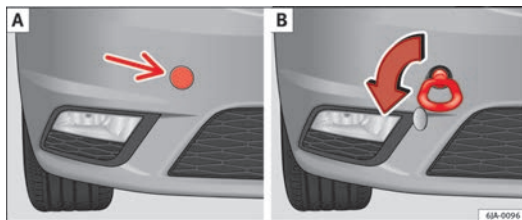

Abb. 138 Vordere Stoßfänger: Stoßfänger: Abdeckung / Einbau der Abschleppöse
- Drücken Sie auf den linken Teil der Abdeckung in Pfeilrichtung ⇒ Abb. 138 - A.
- Schrauben Sie die Abschleppöse mit der Hand nach links bis zum Anschlag ein → Abb. 138 - B.